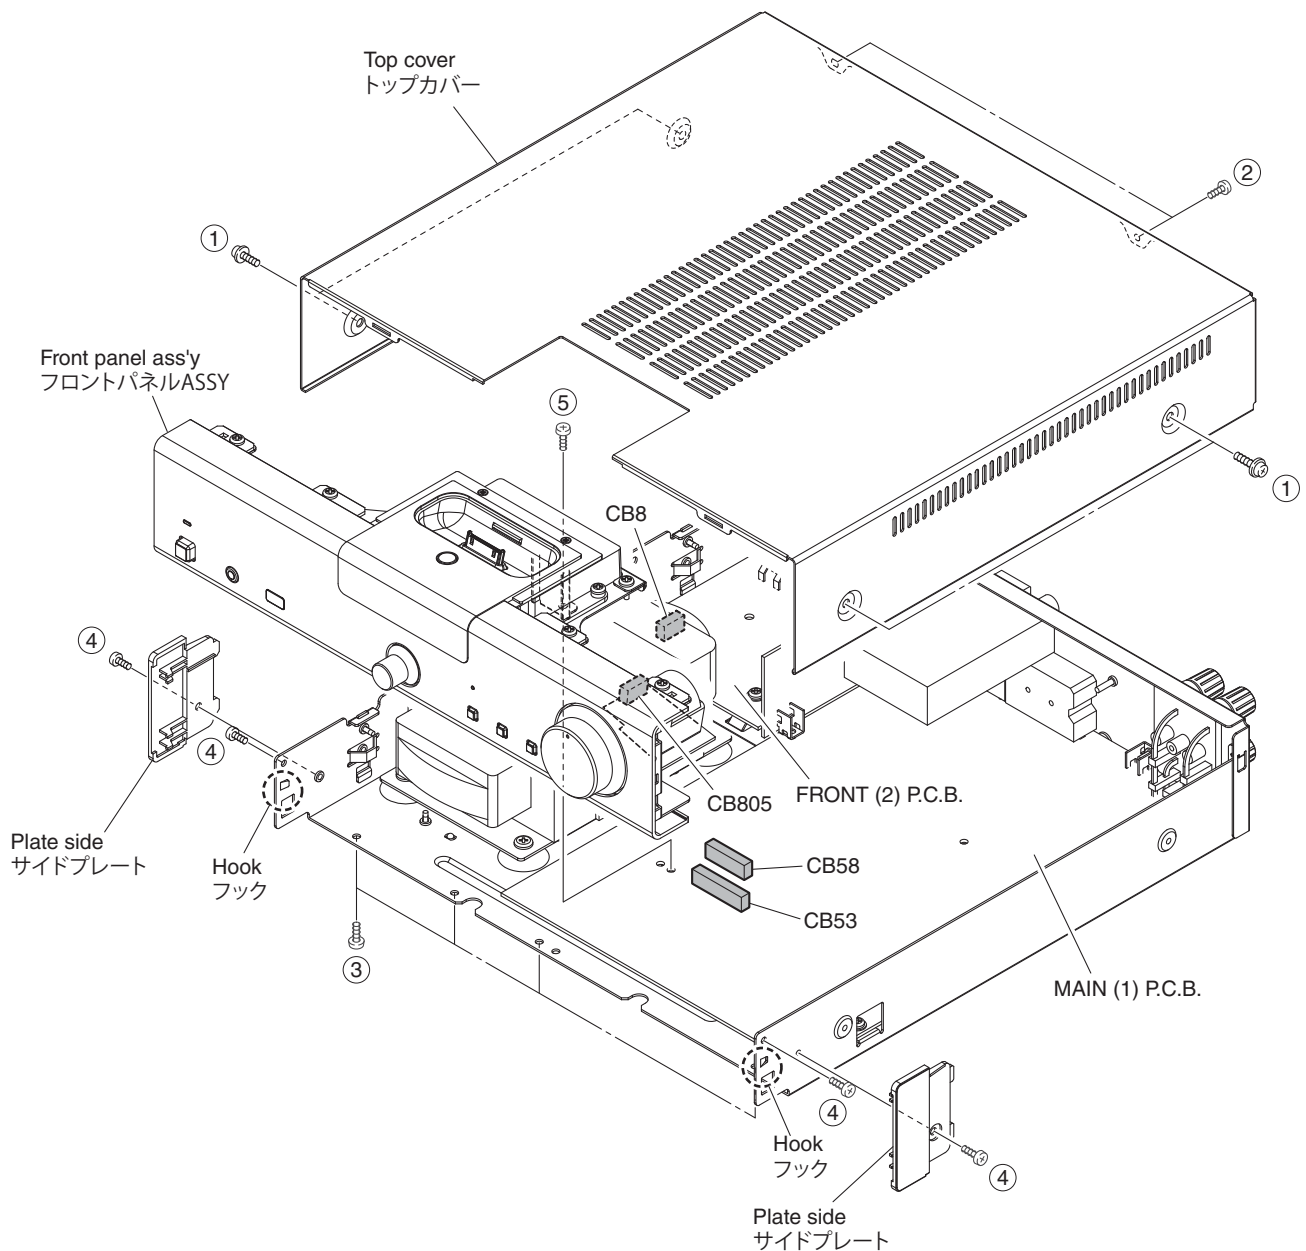

Fig. 1
- Remove 4 screws (①) and 2 screws (②). (Fig. 1)
- Remove the top cover. (Fig. 1)
- ①のネジ4本、②のネジ2本を外します。(Fig. 1)
- トップカバーを取り外します。(Fig. 1)
- Remove 4 screws (③), 2 screws (④) and screw (⑤). (Fig. 1)
- Remove CB8, CB53, CB58 and CB805. (Fig. 1)
- Release 2 hooks and then remove the front panel ass'y. (Fig. 1)
- ③のネジ4本、④のネジ2本、⑤のネジ1本を外します。(Fig. 1)
- CB8、CB53、CB58、CB805を外します。(Fig. 1)
- フック2ヶ所を外し、フロントパネル ASSY を取り外します。(Fig. 1)